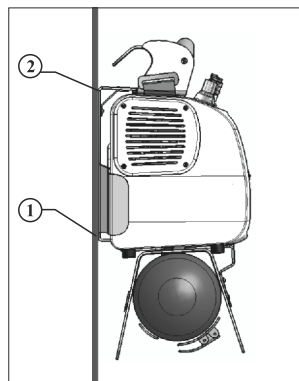

Рис. 1
4.4. Крепление аппарата в стационарном и транспортном варианте производится на вертикальную поверхность (стена, переборка и т.п.) с помощью кронштейна 1 (рис.1). Аппарат устанавливается на кронштейн и фиксируется пружиной 2.